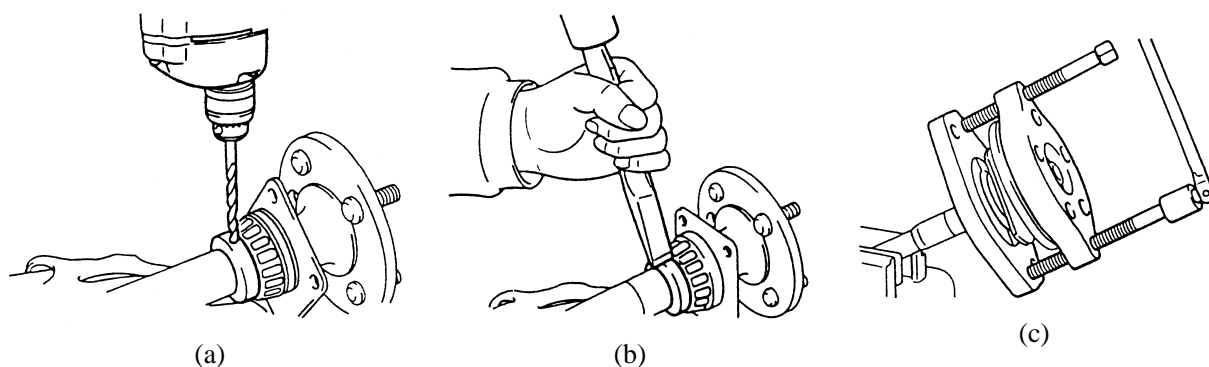

图 4-97 (c) 拆卸固定器
(1) 如图 4-97(a)所示，用虎钳将后半轴固定，在固定环上钻一个直径为 6mm，深为约固定器厚度之 3/4 的孔。注意切勿钻穿固定环，否则会伤及后半轴。
(2) 如图 4-97 (b) 所示，在钻完固定环上的孔后，使用平錾横置于孔上并敲击打破环部，并更换新的环体总成。
(3) 如图 4-97 (c) 所示，将固定器板及油封向前推向半轴凸缘上。在半轴凸缘上装上凸缘板，并将螺栓插入凸缘板上后装上接头使其固定在环座上。